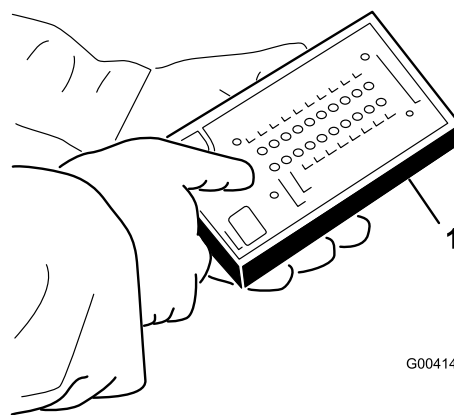

Figura 31
3. Collegate il connettore del display del sistema diagnostico ACE al connettore del cablaggio preassemblato (Figura 31). Verificate che l'adesivo da sovrapporre al display del sistema diagnostico ACE sia quello giusto.